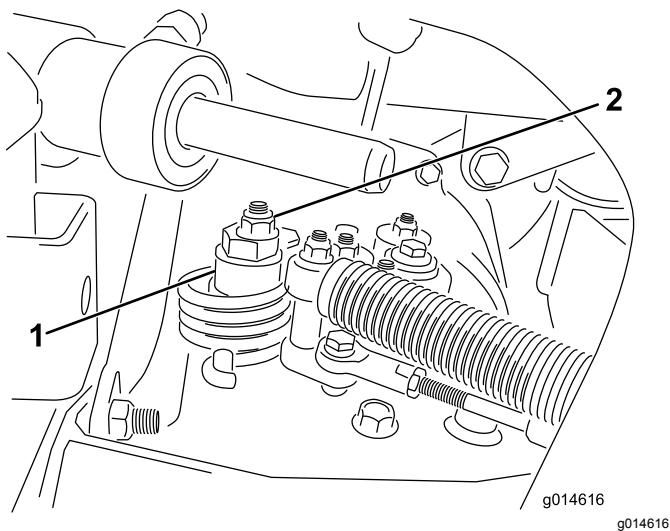

図 40
- A. 偏芯ナットをไฮドロスタット上部に止めているナットをゆるめる 図 40。
- C. どちらにも車輪が回らないように偏芯ナットを回して調整する。調整ができれば固定ナットを締める 図 40。スロットル低速 および高速位置で調整が正しいことを確認する。